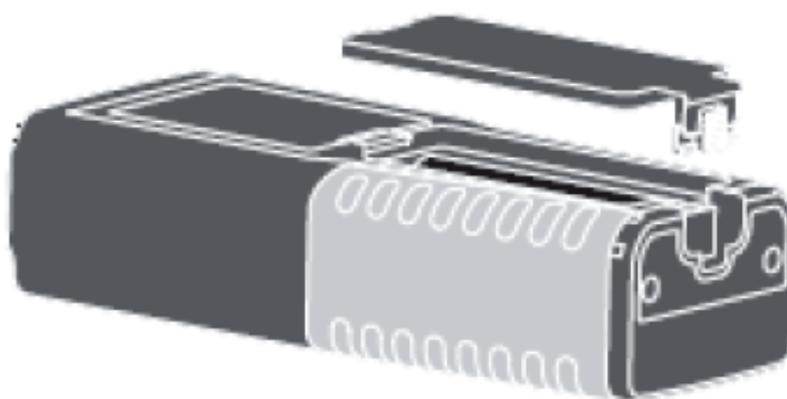

Fig. 9: Substituição das baterias internas
1. Desapertar o parafuso de fixação da cobertura do compartimento das baterias e removê-las (ver Fig. 9)